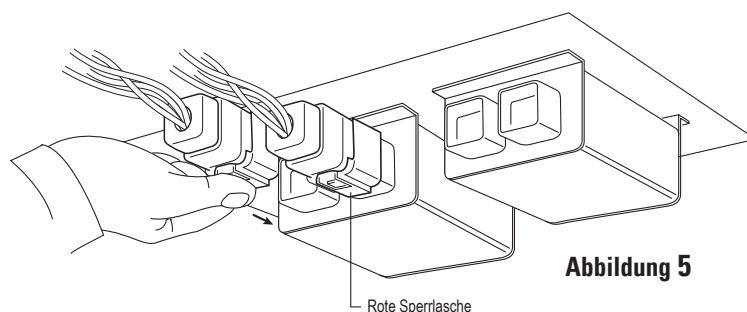

Abbildung 5
10. Stellen Sie sicher, dass die Stromversorgung getrennt ist und schließen Sie den Überrollsensormodul an den Kabelstrang des Fahrzeugs an. Stellen Sie sicher, dass die Steckverbindungen sicher verbunden sind. Drücken Sie die rote Lasche nach vorne, bis die Stecker einrasten. Siehe ABBILDUNG 5. Ziehen Sie leicht am Stecker, um den Halt zu prüfen.